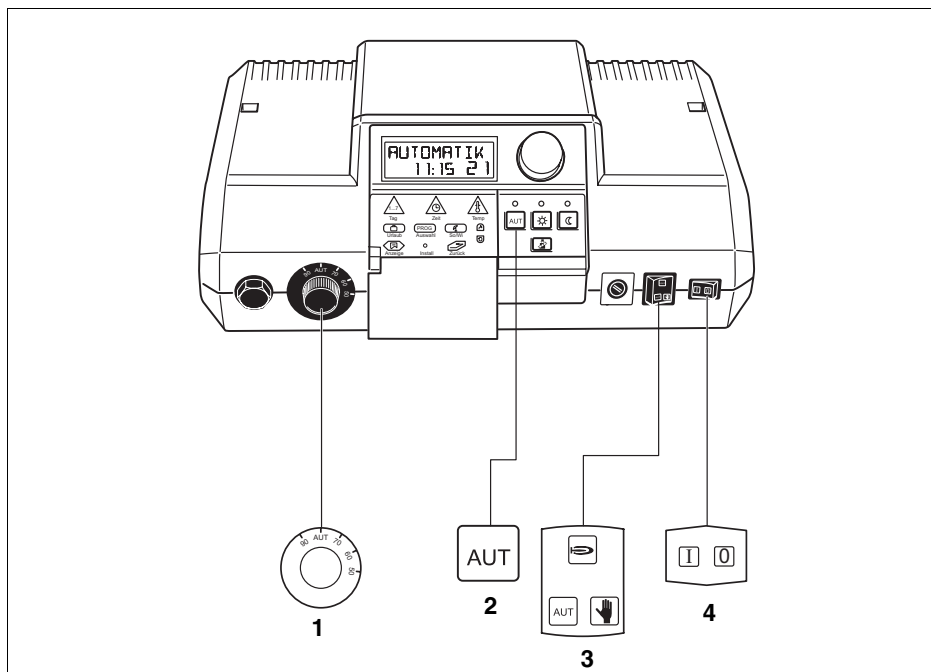

Abb. 6 Benötigte Tasten für die Inbetriebnahme
- Stellen Sie den Betriebsschalter auf „I“ (EIN) (Abb. 6, **Pos. 4**).
- Drehen Sie den Kesselwassertemperaturregler auf „AUT“ (Abb. 6, **Pos. 1**).
- Stellen Sie den Schalter für Automatik-Betrieb, Not-Betrieb, Heizung und Warmwasser auf „AUT“ (Abb. 6, **Pos. 3**).
- Taste „AUT“ drücken um den Automatik-Betrieb nach Schaltuhr (siehe „Betriebsart ändern“ auf Seite 17) zu starten (Abb. 6, **Pos. 2**).
Stellung „0“ am Betriebsschalter (Abb. 6, **Pos. 4**) wählen.